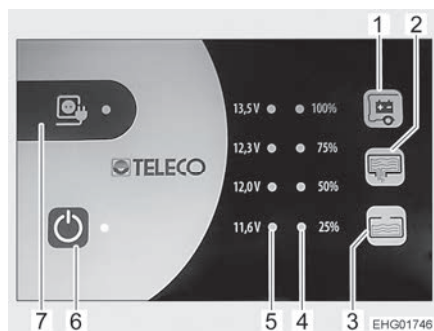

Bild 105 Panel (TP 310) (Abbildung ähnlich)
Die gelbe LED beim Symbol Netzanschluss "⚡" (Bild 105,7) leuchtet, wenn das Fahrzeug an eine externe Netzversorgung angeschlossen ist. Die LED leuchtet dann auch bei ausgeschaltetem Panel.
- ▷ Aus Sicherheitsgründen lässt sich der 12-V-Hauptschalter (Bild 105,6) bei laufendem Fahrzeugmotor nicht einschalten, damit das Panel während der Fahrt nicht bedient werden kann.
Der 12-V-Hauptschalter (Bild 105,6) schaltet das Panel und die 12-V-Versorgung des Wohnraums ein und aus.
- Schalter "⏻" (Bild 105,6) drücken: Die 12-V-Versorgung des Wohnraums ist eingeschaltet. Die LED leuchtet grün.
- Schalter "⏻" (Bild 105,6) erneut drücken: Die 12-V-Versorgung des Wohnraums ist ausgeschaltet. Die LED erlischt.
Die LED-Skala (Bild 105,5) zeigt die Batteriespannung der Wohnraumbatterie wie folgt an:
- Taste "🔌" (Bild 105,1) drücken: Die Batteriespannung der Wohnraumbatterie wird angezeigt.
Die LED-Skala (Bild 105,4) zeigt den Füllstand des Frischwassertanks oder des Abwassertanks an.
Taste "🚰" (Bild 105,2) drücken: Der Füllstand des Frischwassertanks wird durch leuchtende LEDs angezeigt.
Taste "🚽" (Bild 105,3) drücken: Der Füllstand des Abwassertanks wird durch leuchtende LEDs angezeigt.